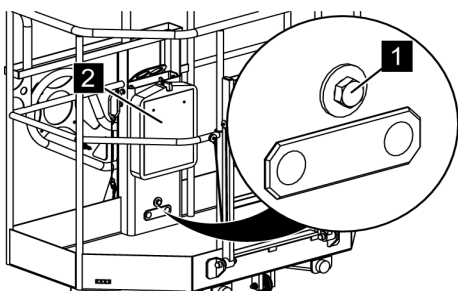

Fig. 70: Vis de fixation de la nacelle
2. ➔ Prendre la clé plate dans le porte-documents (Voir la Fig. 70/2).
3. ➔ Desserrer la vis de fixation (Voir la Fig. 70/1) avec la clé plate.
*La vis de fixation (Voir la Fig. 70/1) reste dans le trou de la nacelle.*